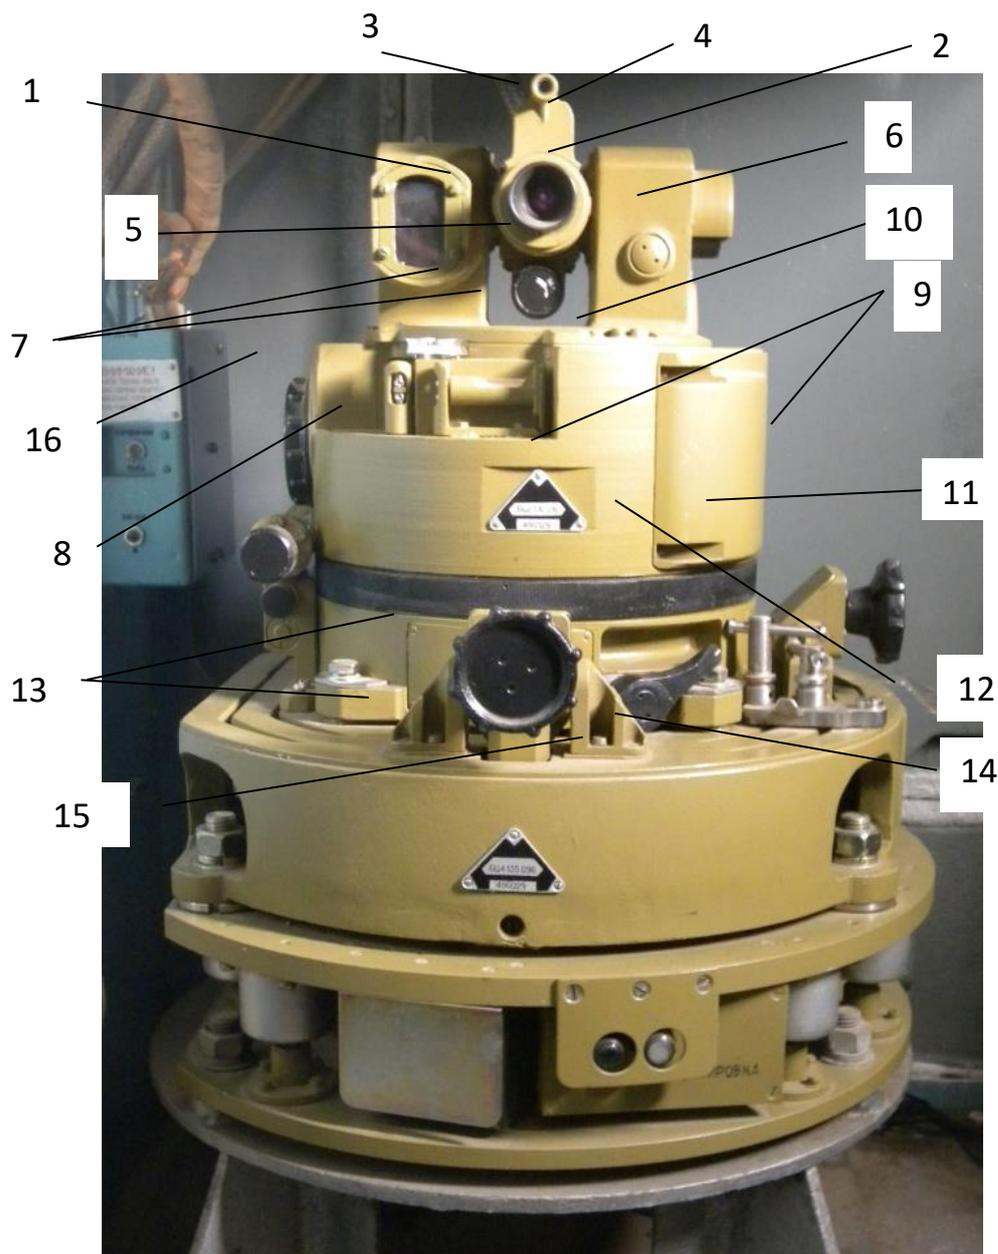

Рис. 6.8. Гирокомпас:
На гирокомпасе рычаг механизма захвата 12 (рис. 6.8) должен быть в правом положении (У) до упора.
Затем следует взять из запасного имущества и принадлежностей (ЗИП) гирокомпаса призму и закрепить ее на основании гирокомпаса с помощью винта. Призма устанавливается сзади гирокомпаса напротив зрительной трубки (см. рис. 6.8).
- вращая ручку 8 (см. рис. 6.8), совместить большое и малое перекрестия по горизонтали;
Рычаг механизма захвата 12 (см. рис. 6.8) на гирокомпасе поворотом влево до упора перевести в рабочее положение «Г». Проверить, чтобы выключатель «МС – ВЫКЛ» находился в положении «ВЫКЛ», нажать и отпустить кнопку «ПУСК».
Закрепить гирокомпас в походном положении двумя кронштейнами 11 (см. рис. 6.8) и винтами.